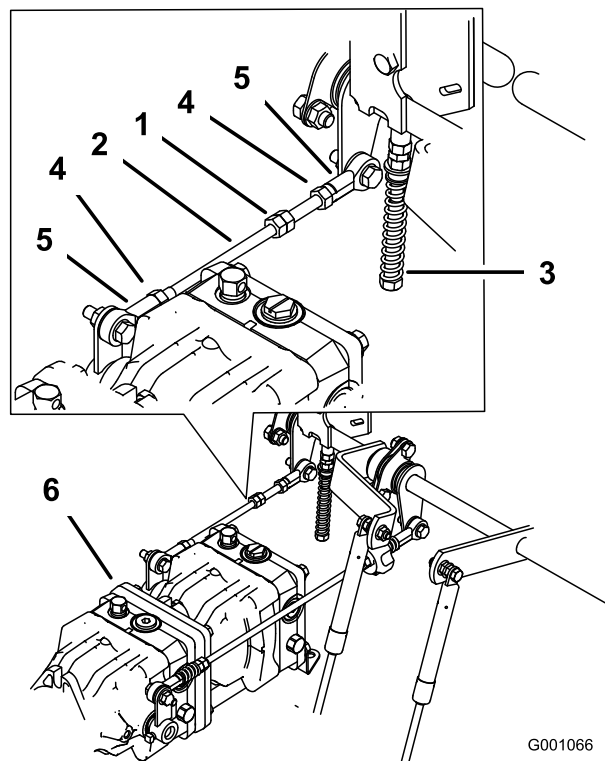

Figura 82
1. Allentate i dadi di bloccaggio ai giunti a sfera dell'asta di comando della pompa (Figura 82).
3. Regolate la lunghezza dell'asta della pompa facendo girare nella direzione opportuna i due dadi sull'asta, finché la ruota si ferma o si sposta leggermente indietro (Figura 82).
6. Serrate i dadi di bloccaggio dei giunti a sfera (Figura 82).